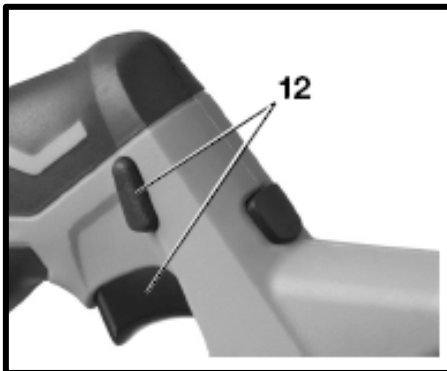
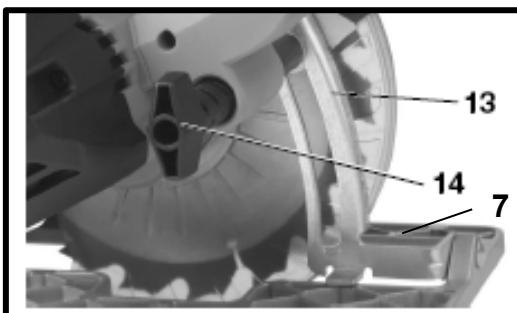
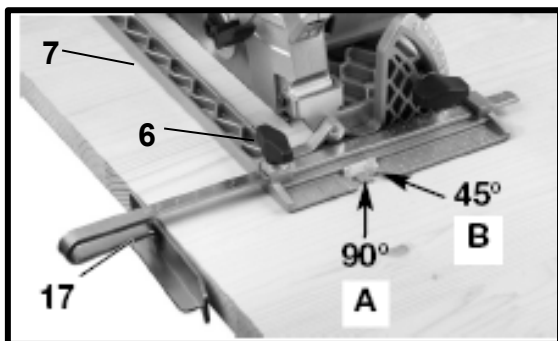
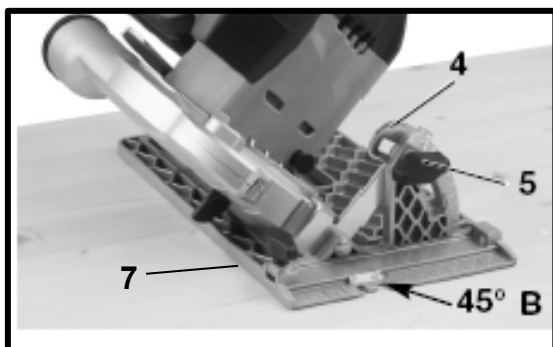

Рис.8
Рис.9
Рис.10
Рис.11
6.5. Включение/выключение (Рис.8).
- Нажмите на кнопку блокировки включения с левой или правой стороны и нажмите на саму кнопку включения (12) (Рис.8).
- Для выключения отпустите кнопку включения (12).
6.6. Регулировка глубины пропила (Рис.9).
- Ослабьте рычаг фиксации глубины пропила (14) **Рис.9.**
- Прижмите опорную плиту (7) к кромке обрабатываемого изделия и поднимайте инструмент вверх, пока режущий диск не будет на нужной глубине. Глубина реза выставляется ориентируясь на Шкалу глубины пропила (13).
- Затяните рычаг фиксации глубины пропила (14).
6.7. Параллельная резка (Рис.10)
- Ослабьте фиксатор направляющей линейки (6) (Рис.10).
- Вставьте направляющую линейку (17) в пазы по бокам в передней части опорной плиты (7).
- Установите требуемую ширину от линейки от зуба пилы и затяните фиксатор (6).
6.8. Резка под углом 0 - 45° (Рис.11).
- Ослабьте фиксатор регулировки наклона (5) Рис.11.
- Наклоните опорную плиту (7) на нужный угол ориентируясь на шкалу угла наклона (4).
- Затяните фиксатор регулировки наклона (5), чтобы зафиксировать опорную плиту (7).